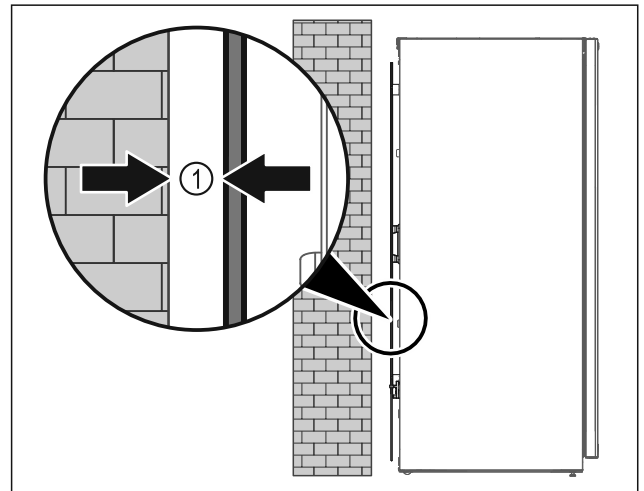

Fig. 52
- ▶ Apparaat ofwel vrij in de ruimte of direct tegen een wand met een minimumafstand van 5 mm Fig. 52 (1) opstellen.